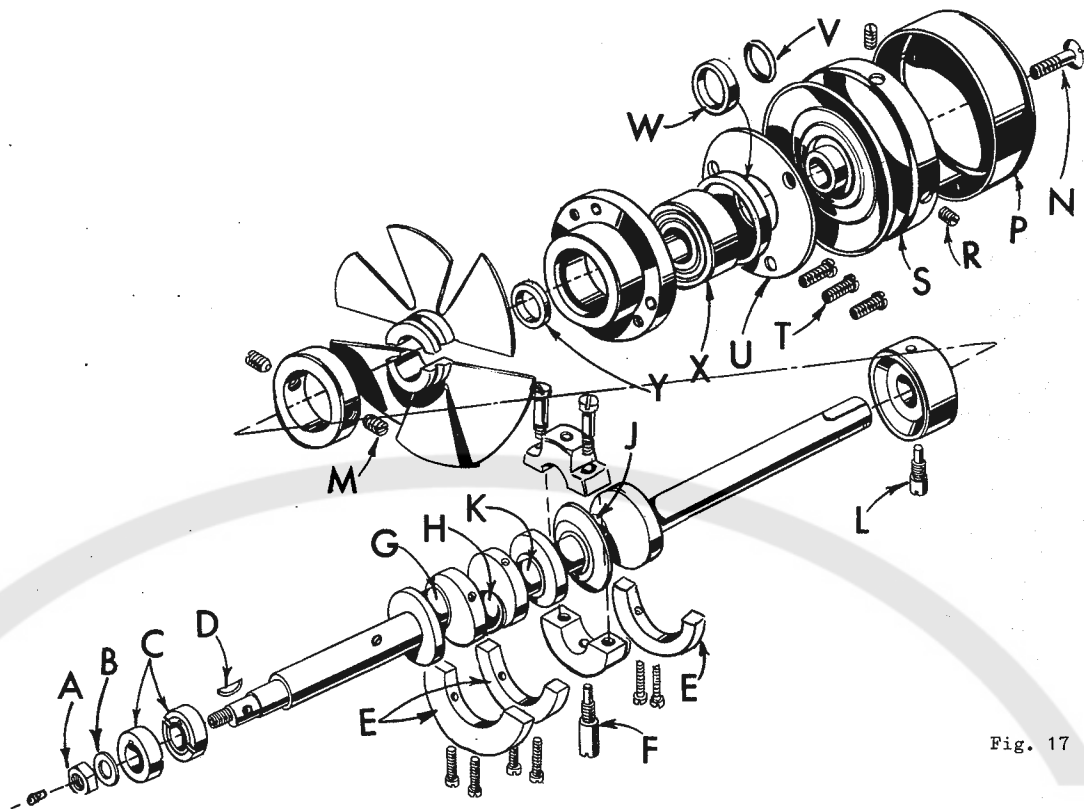
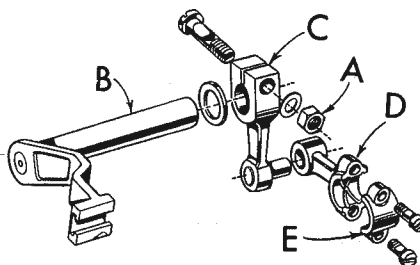

Fig. 17
Fig. 18
3. Entfernen Sie die Mutter (A, Fig. 17), sowie die Unterscheibe (B) und ziehen Sie die Exzenter (C) mit Hilfe des Exzenter-Abstreifhakens von der Achse ab.
4. Entfernen Sie den Keil (D).
5. Entfernen Sie die drei Gegengewichte (E). Diese müssen aber genau gekennzeichnet werden, damit sie beim Wiedereinbau unbedingt an den richtigen Platz kommen.
6. Entfernen Sie die Schraube (F), mit der das geteilte Kurbelachsenlager gehalten wird. Sie ist durch den Gehäuseboden hindurch erreichbar.
7. Entfernen Sie die Lagerdeckel an den Stellen G, H und J (Fig. 17). Beim Wiedereinbau müssen diese Lagerdeckel genau in ihre vorherige Position gebracht werden. Auf jeder Lagerdeckelhälfte ist unsere Fabrik-Marke eingestempelt und beim Zusammenbau müssen sich die beiden Zeichen jeweils auf der gleichen Seite befinden. Auch die Schrauben sollten wieder in die gleichen Löcher kommen, aus denen sie herausgeschraubt wurden.
3. Remove feed eccentric nut (A, Fig. 17) and washer (B), and, with the aid of the eccentric extractor, slip off the eccentrics (C).
4. Remove key (D).
5. Remove three counterweights (E). Identify these counterweights so that they will be re-assembled in the proper places.
6. Remove screw (F) which holds crankshaft split bearing. This screw is reached through bottom of bed casting.
7. Remove caps of bearings on crankshaft at points G, H and J (Fig. 17). When re-assembling bearing caps make sure they are in their original position. Trade marks are stamped on both halves of the caps and both trade marks should be on the same side of the bearings. Also, screws should be re-assembled in the same holes from which they were removed.
| <p>8. Lösen Sie die Mutter (A, Fig. 18) der Klemmschraube, welche den Obermesserantriebsarm (B) hält und durch eine Öffnung im Gehäusedeckel zugänglich ist. Den Messerantriebsarm (B) nun nach links schieben bis der Hebel (C) mit Lenker (D) von der Achse fällt. Dann den Lagerdeckel (E) entfernen. Beachten Sie die gleichen Vorsichtsmaßnahmen für den Wiedereinbau wie unter Ziffer 7 empfohlen. Das Lenkerlager läuft auf der Kurbel (K, Fig. 17).</p> | <p>8. Loosen clamp nut (A, Fig. 18) which holds upper knife driving arm (B). Access to clamp nut its through top cover. Draw driving arm to the left until upper knife driving lever (C) and connecting rod (D) drop, allowing removal of bearing cap (E). This is at bearing point (K, Fig. 17) on crankshaft. Observe same precautions when re-assembling cap as described in 7.</p> |
| <p>9. Entfernen Sie die Schraube (L, Fig. 17), mit der das rechte innere Kurbelachsenlager befestigt ist und die ebenfalls durch den Gehäuseboden zugänglich ist.</p> | <p>9. Remove screw (L, Fig. 17) which holds inner right crankshaft bearing. This screw is reached through bottom of bed casting.</p> |
13. Jetzt müssen die drei Schrauben (T) entfernt werden. Nehmen Sie dann den Kugellagerdeckel (U) ab und ausserdem die Distanzringe (V) und (W).
15. Falls es sich als notwendig erweist, das Kugellager (X) auszuwechseln, so sollte dieses mit Hilfe einer Spindelpresse oder einer Kugellagerabzieh-Vorrichtung aus dem Kugellagerflansch herausgezogen werden, um eine Beschädigung des letzteren zu vermeiden. Das neue Kugellager ist sorgfältig hineinzupressen, bis es einwandfrei sitzt.
16. Wenn beim Wiedereinbau der Kurbelachse die vorstehend aufgeführten Arbeitsgänge in umgekehrter Reihenfolge sorgfältig ausgeführt werden, so dürfen dabei keine Schwierigkeiten auftreten. Es ist lediglich auf die richtige Lage der einzelnen Elemente zueinander gemäß den Zeichnungen (Fig. 17 und 18) zu achten und stets zu prüfen, ob keine Teile klemmen oder ecken.